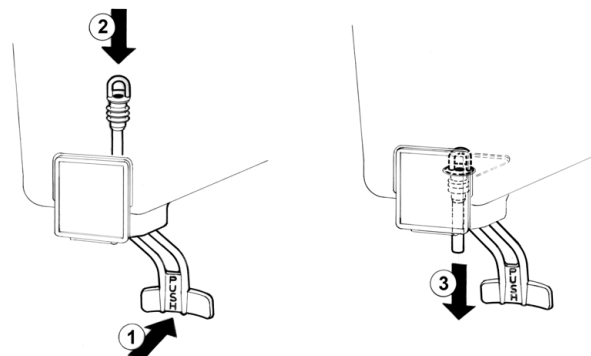

figura 6
2 **Rubinetto a gommino:** premere (1) la leva comando rubinetto e inserire (2) il gommino rubinetto nel contenitore. Tirare (3) verso il basso l'estremità del gommino fino ad assestarlo completamente (vedere figura 6).